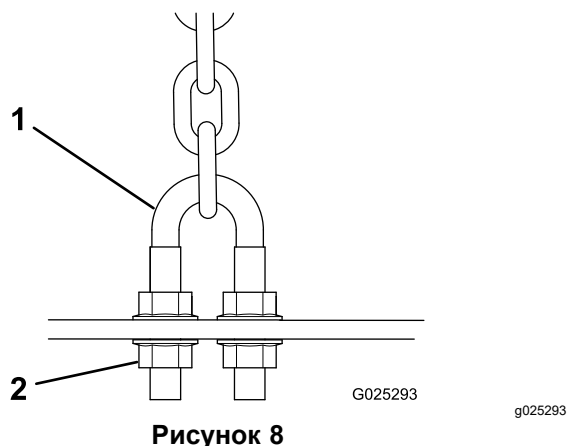

Рисунок 8
7. Отрегулируйте контргайки П-образного болта (**Рисунок 8**) крепления задних цепей деки (**Рисунок 9**) к деке газонокосилки, чтобы поднять заднюю часть деки так, чтобы шаг ножа был равен 8–11 мм.